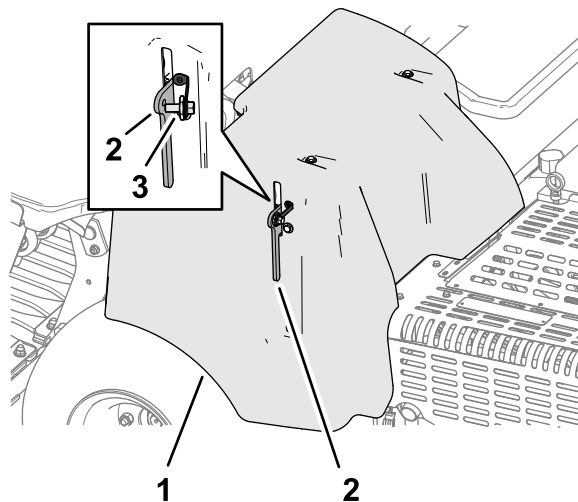

Figure 141
1. Si la machine est équipée de la sangle de sécurité sur le verrou du protège-courroies (conformité CE), desserrez le boulon de la sangle jusqu'à ce qu'il se sépare du verrou du protège-courroies (Figure 141).